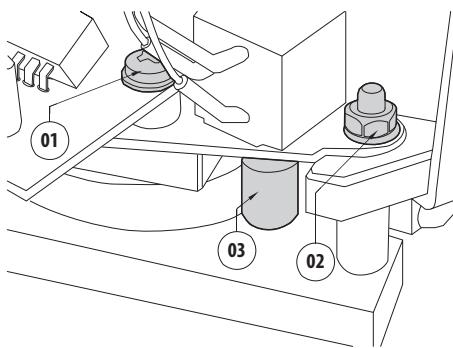
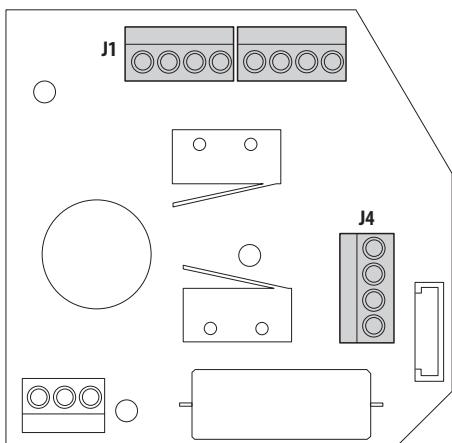

Рис. 3
Рис. 4
4. Ослабьте крепежный винт (01) и гайку (02) рейки держателя потенциометра горизонтального перемещения (Рис. 3, страница 6).
5. Отсоедините шестерню (03) от зубчатого колеса.
6. Подключите омметр между контактами Vcc и Pan (Поворот) клеммы J4 (Рис. 4, страница 6). Поверните вал потенциометра до измерения значения около 1875Ω .
7. Установите потенциометр с шестерней (03) на прежнее место.
8. Затяните крепежный винт (01) и гайку (02) (Рис. 3, страница 6).
9. Повторите данную операцию для перемещения по вертикали, измеряя величину сопротивления между контактами Vcc и Tilt (Наклон) клеммы J4 (Рис. 4, страница 6).
На плате подключений найдите клемму для подключения поворотного устройства к блокам управления (J1) (Рис. 4, страница 6).
Найдите на плате подключений клемму для подключения потенциометров (J4) (Рис. 4, страница 6).